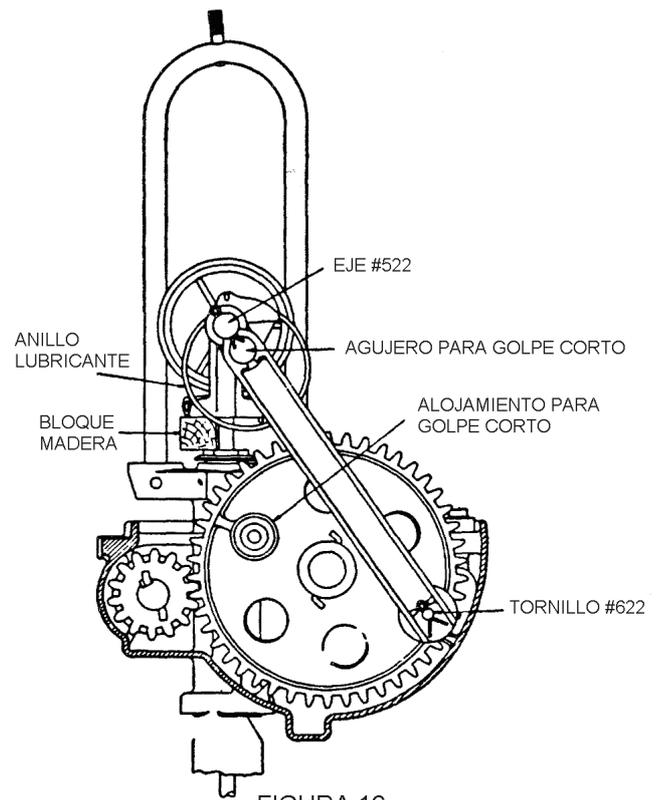

FIGURA 16
1. Gire los engranajes grandes hasta que la biela esté cerca del punto bajo del golpe. (Si el vástago de la bomba está bajo carga, soporte el vástago de la bomba con un bloque de madera, como se muestra en la figura 16. Un trozo del tamaño de la varilla de la bomba servirá.)